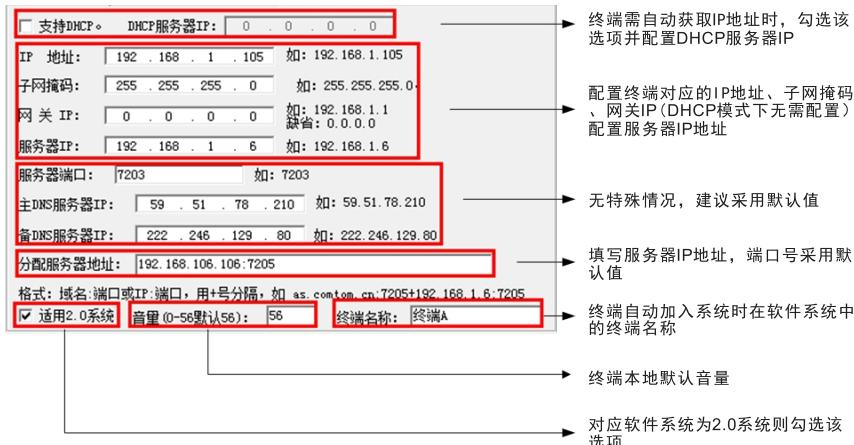

图3.7 配置选项说明
- 6) 在配置栏输入需要配置的地址，点击“写入”，完成配置（如图3.7所示）。
- 4) 在配置栏（如图3.7所示）输入需要配置的地址，点击“写入”，此时完成配置。